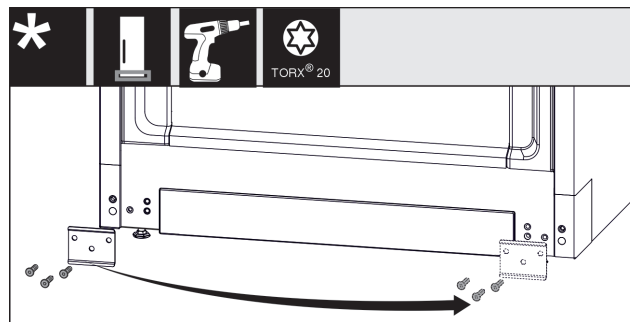

Fig. 12
- ▶ Odkręcić blaszkę, przetrząść na drugą stronę i ponownie przykręcić. Fig. 12 (1)
- ▶ Osłonę założyć ponownie z drugiej strony. (1)